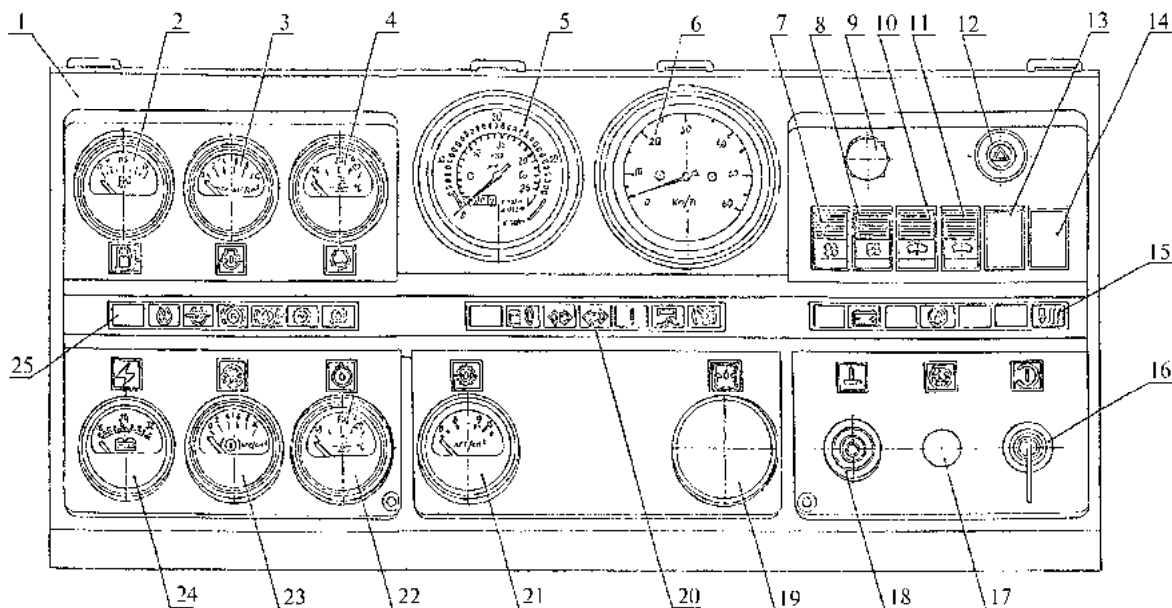

Рис. 2. Щиток приборов
- в случае непредвиденной остановки трактора на проезжей части дороги включайте аварийную сигнализацию. Включение производится нажатием на кнопку 12 рис. 2. При этом загорается контрольная лампочка, встроенная в кнопку выключателя.